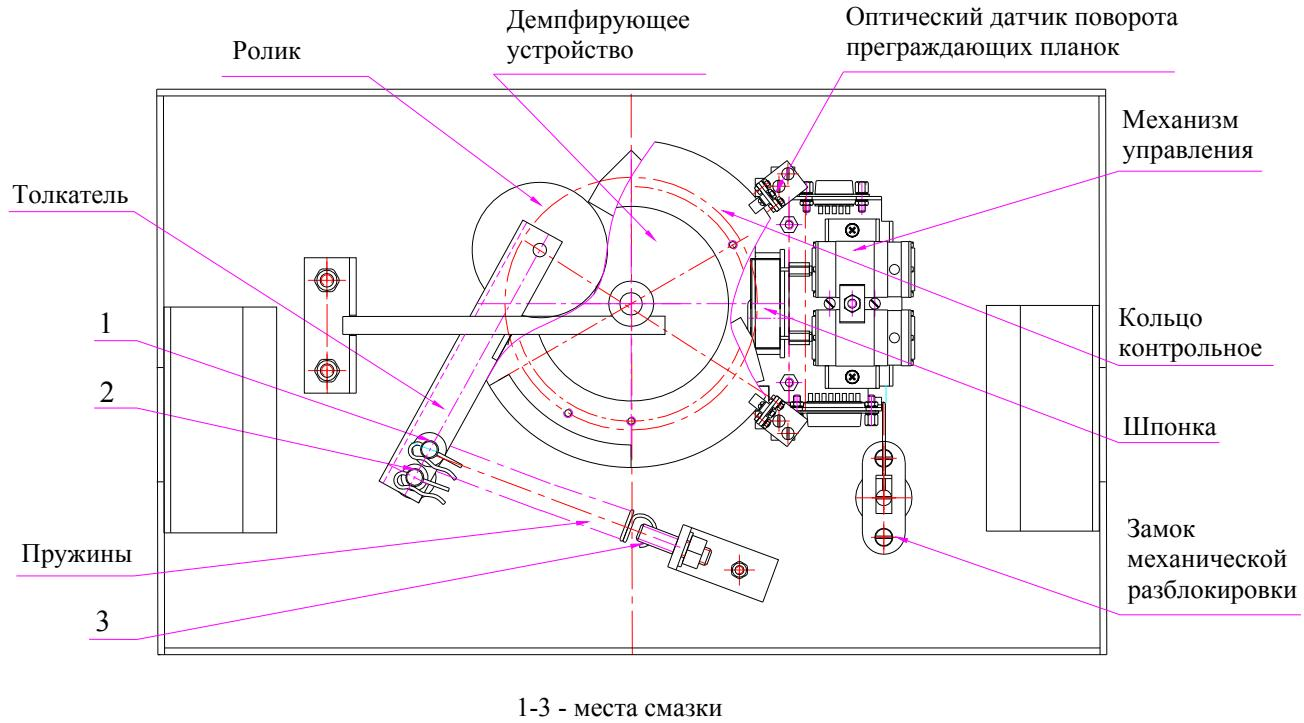

Рисунок 10 — Расположение внутренних деталей и узлов механизма ТВС01
- снимите крышку (3) в порядке, указанном в разделе 6;
- осмотрите устройство доворота (толкатель, пружины и ролик), оптические датчики поворота преграждающих планок и демпфирующее устройство (см. рисунок 10);